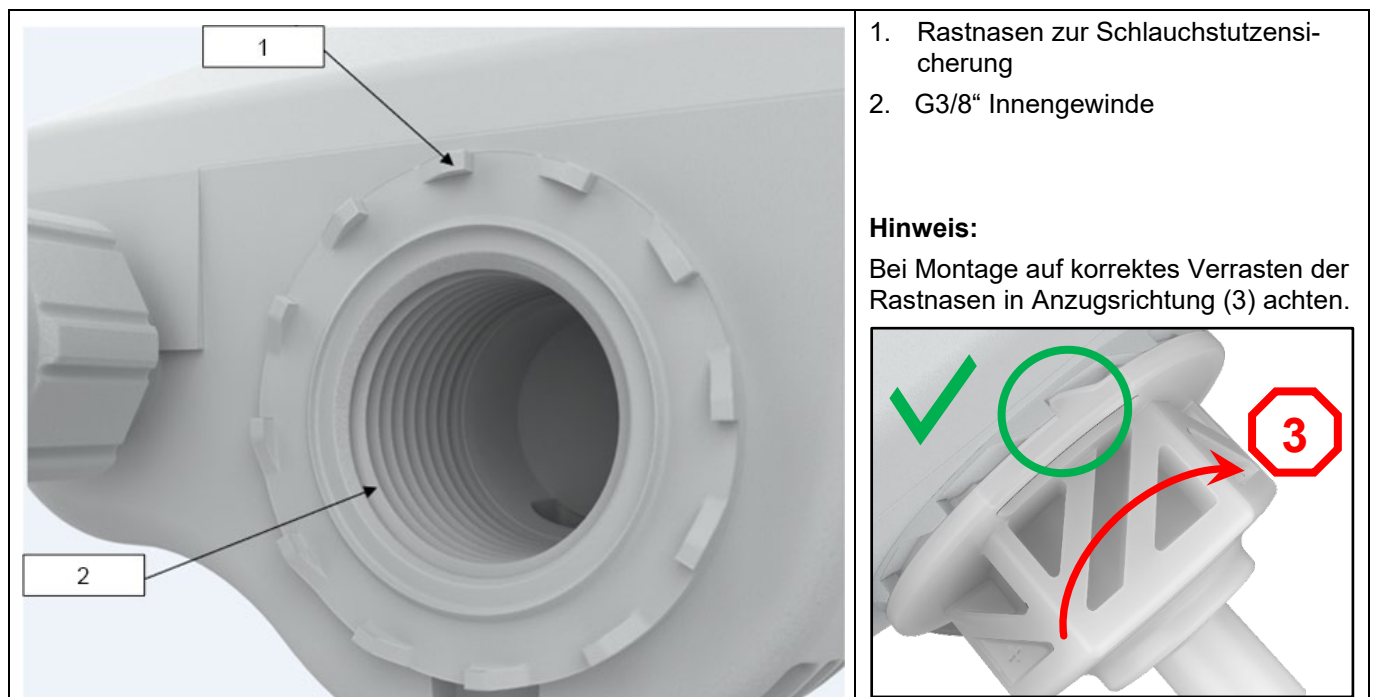

Abbildung 6
Optional kann an dem 3/8" Gewinde (Abbildung 6, Pos 2) des Kopfteils ein am Markt verfügbares Schlauchanschluss-Material montiert werden.
Für das G3/8" Gewinde (Abbildung 6, Pos 2) gibt es original elobau Schlauchstutzen. Diese sind separat als Zubehör in unterschiedlichen Größen erhältlich. (Siehe Kapitel 8 Zubehör und Ersatzteilliste).
- ▶ Schlauchstutzen muss gemäß Abbildung 6 einrasten. Ist dies nicht der Fall, Schlauchstutzen weiter in Anzugsrichtung eindrehen, bis der Schlauchstutzen mit der nächsten Rastnase am Gehäuse sichtbar einrastet.
Schlauchanschluss-Material von Fremdanbietern können in das G3/8" Gewinde (Abbildung 6, Pos 2) montiert werden. Voraussetzung ist ein demontierter elobau Schlauchstutzen. Lesen Sie die Vorgehensweise hierzu im Kapitel 5.4.2 Montage und Demontage Schlauchstutzen.